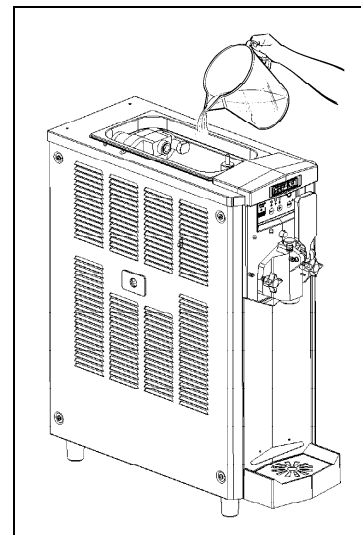

Fig. 6
- Verser le produit environ dans le bac supérieur (fig.6) et attendre qu'il s'écoule à l'intérieur du cylindre de congélation.